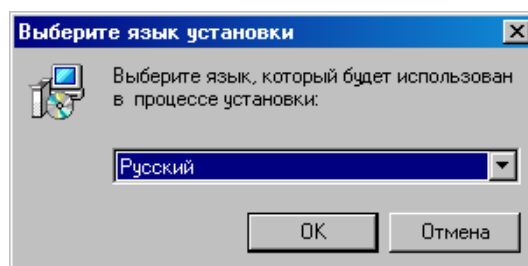

Рис.9. Выбор языка установки программы
- После запуска программы Setup на экране монитора появится диалоговое окно с предложением выбрать язык установки Русский/English (Рис.9).